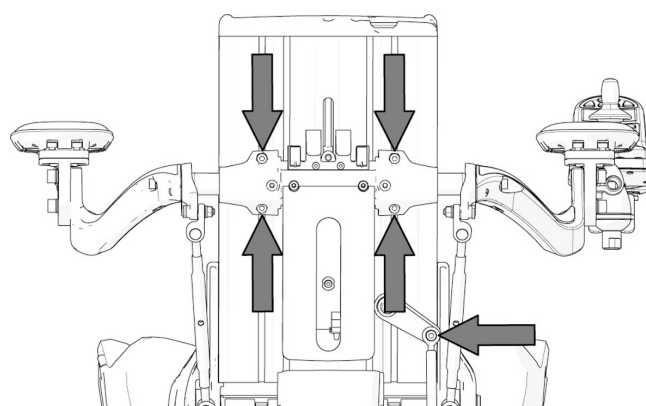

Bild 107. Armstöden sitter monterade med fyra skruvar. Leden för rygg-glidningsfunktionen sitter monterad med en skruv
6. Montera armstöden med hjälp av de fyra skruvarna. Se bild. 107. Dra åt skruven med hjälp av en momentnyckel. **Åtdragningsmoment 9,8 Nm.**
7. Montera leden för rygg-glidningsfunktionen, med tillhörande skruv. Se bild. 107. Dra åt skruven med hjälp av en momentnyckel. **Åtdragningsmoment 9,8 Nm.**